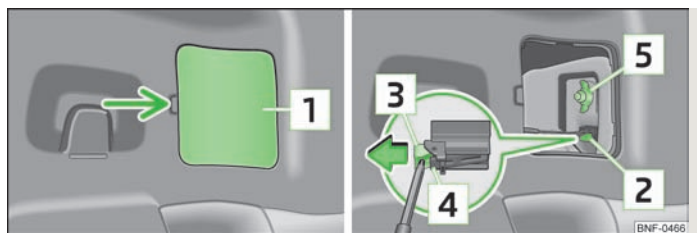

Fig. 124 Démontage du feu arrière
- Faire lever le cache 1 » fig. 124 pour le faire sortir, insérez le tournevis sous le bord inférieur du verrouillage 3 » page 131, Outillage de bord et tirez le verrouillage au niveau du connecteur 2 dans le sens de la flèche.